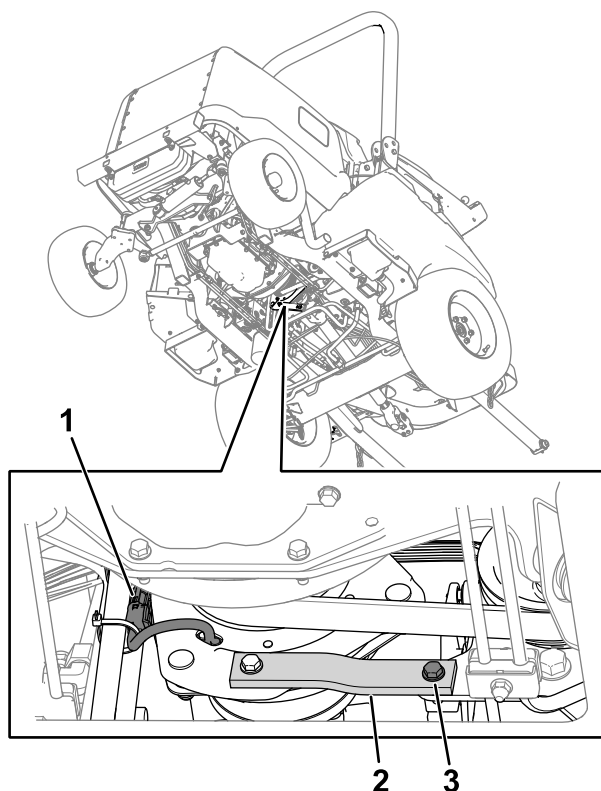

Bild 77
2. Ziehen Sie den Anschluss des Kabelbaums der Kupplung vom Maschinen-Kabelbaum ab (Bild 77).
3. Entfernen Sie die Schraube, Unterlegscheibe und Mutter vom Gummiband (Bild 77) am Rahmen.